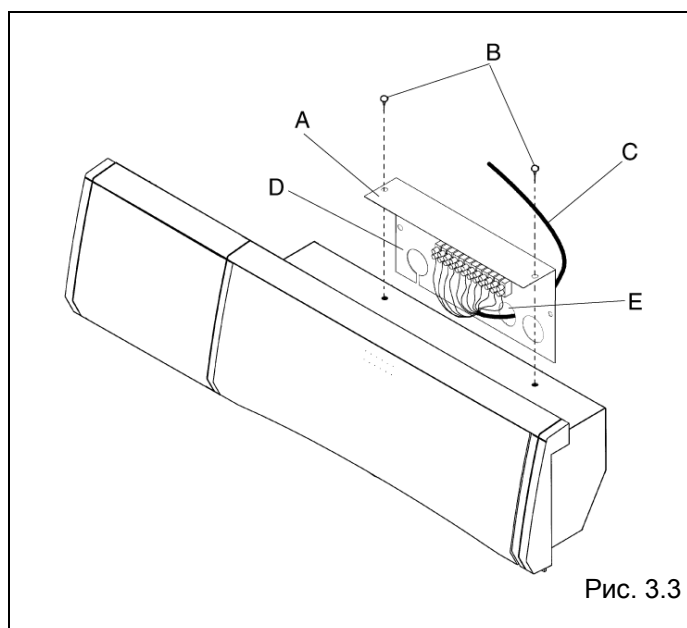

Рис. 3.3
- выньте деталь, к которой крепится клеммник (A) и которая находится в панели управления бойлера. Для этого ослабьте и выньте крепежные винты (B) (рис. 3.3)
- присоедините 5-жильный провод (C) (минимальное сечение $0,75 \text{ мм}^2$ с двойной изоляцией) к клеммнику (D) панели управления (рис. 3.3), при этом он должен пройти через заднюю стенку бойлера, через одно из отверстий для проводов (E), которые находятся в детали, на которую крепится клеммник (A).
- установите обратно в панель управления держатель клеммника (A) и закрепите его винтами (B)